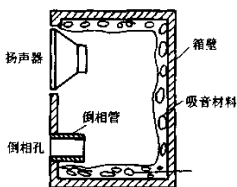

图 7-35 倒相式音箱结构示意图
(2) 倒相式音箱。如图 7-35 所示是倒相式音箱结构示意图，从图中可看出这种音箱在封闭式音箱的基础上，在前板上再开一个出声口（又称为倒相孔），并在出声口后面加一根出声管（又称倒相管）。